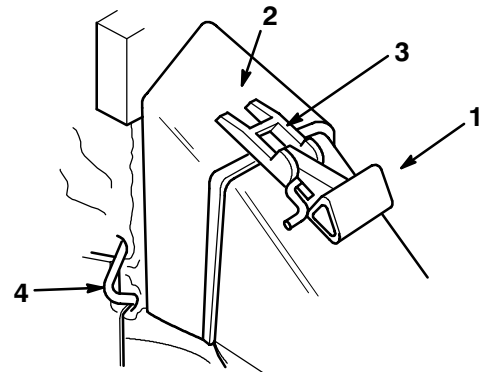

Figura 37
2. Accertatevi che la stegola del portello di scarico sia completamente in avanti (portello chiuso) come illustrato in Figura 37.
3. Montate l'apertura del portello del sacco sull'apertura del tunnel di scarico come illustrato in Figura 37.